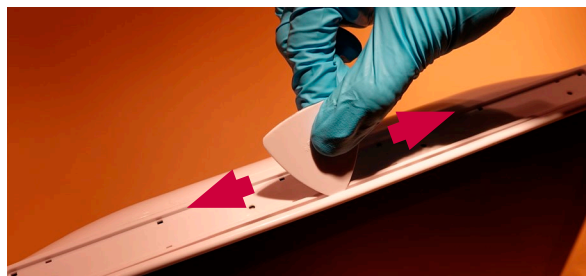

Figure 7 - Retrait du boîtier arrière à l'aide de l'outil en forme de plectre
f) Retirer le boîtier arrière (Figure 7)